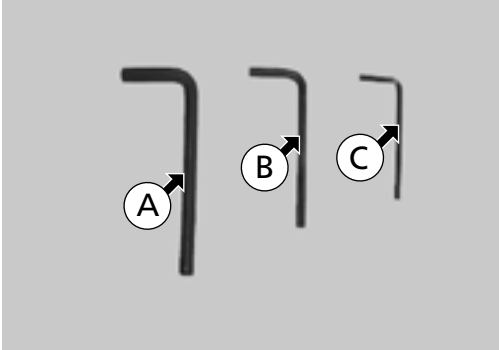
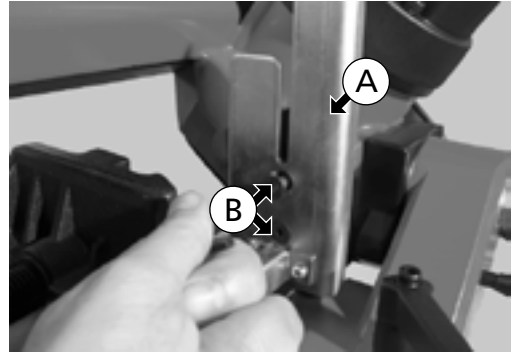
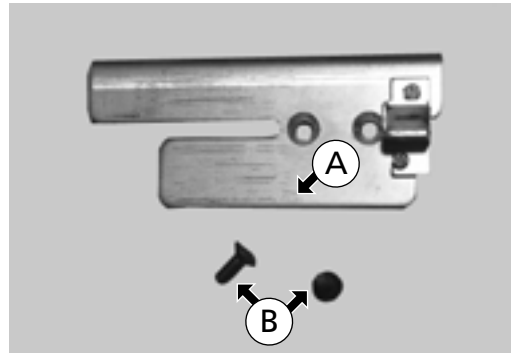
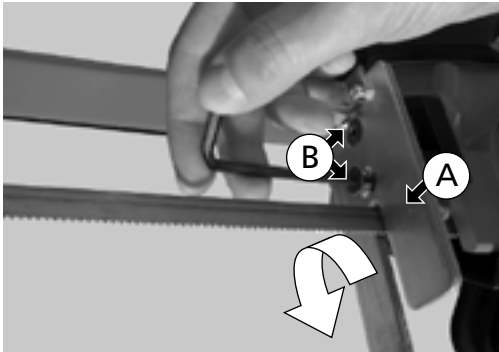

Abb. 32
Abb. 38
Abb. 39
Abb. 41
Werkzeug (A), Inbusschlüssel 6 mm, verwenden (siehe Abb. 32).
Elemente auf Abb. 32
Den Inbusschlüssel 4 mm (B) (Abb. 32) verwenden. Die beiden Schrauben (Abb. 38) und den Schneidendanschlag (Abb. 39) lockern.
Den Schneidendanschlag in der abgebildeten Position anschrauben (Abb. 41); dabei berücksichtigen, dass dieser in Bezug auf die Positionen in Abb. 38 um 180° gedreht wurde.